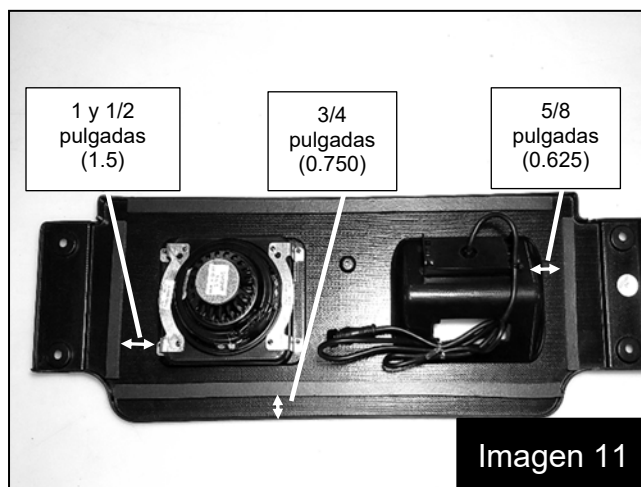

Imagen 11
16. Instale la cinta de espuma suministrada en ambos lados de la pantalla acústica del altavoz como se muestra en la imagen 11.